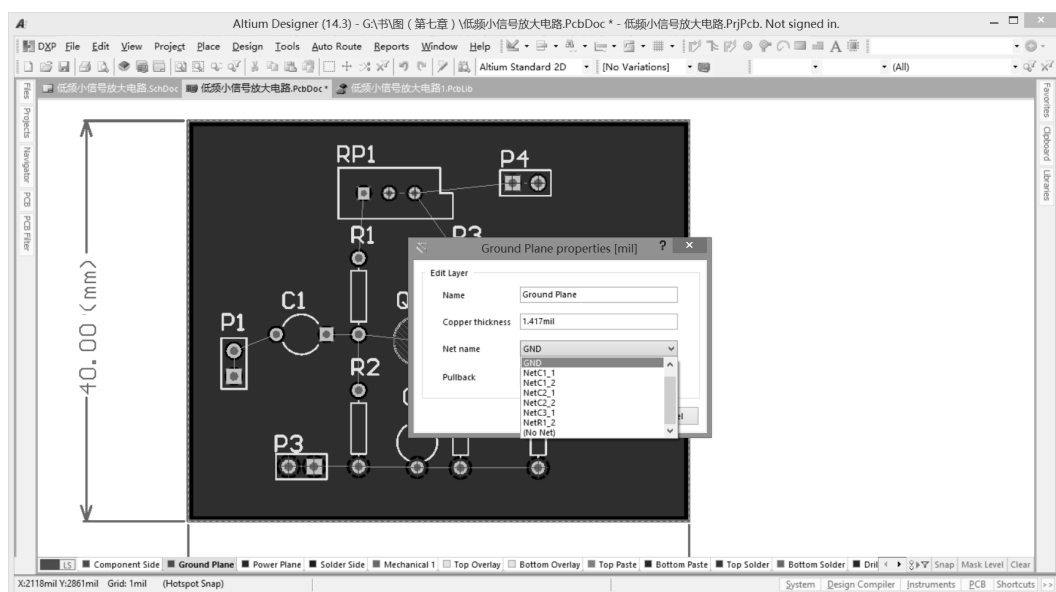

图 7-10-6 地线层属性对话框
(3) 在 PCB 编辑环境中双击 Ground Plane 工作层名称，即可弹出 Ground Plane properties（地线层属性）对话框，单击 Net name 右侧的下拉菜单按钮，在弹出的有效网络列表中选择 GND，即将此地线层定义为 GND，如图 7-10-6 所示。设置结束后单击【OK】按钮，关闭对话框。